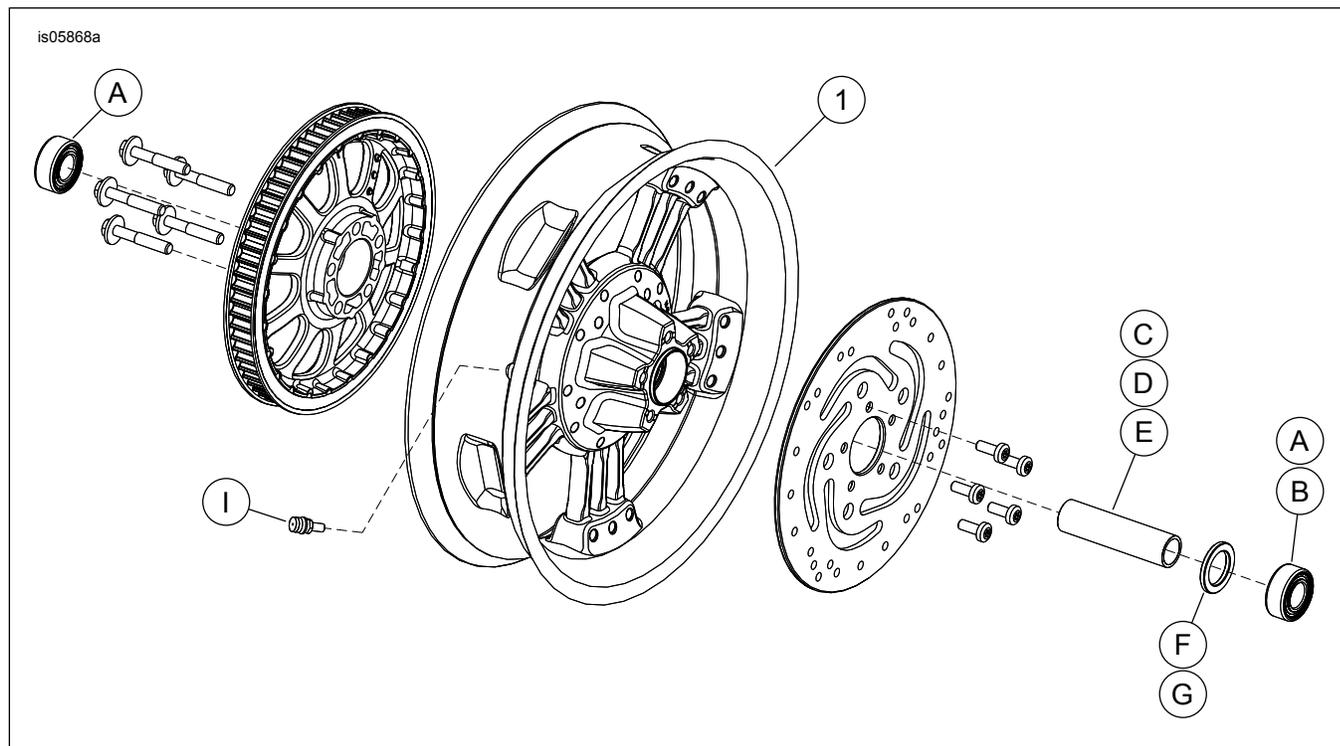

Figura 1. Peças de reposição: Roda traseira Magnum 5 (17 pol. mostrada)
Estes kits incluem somente a roda personalizada. Veja a figura 1. e Tabela 2.
2. Consulte Figura 1. Instale o conjunto da haste de válvula (I) na roda seguindo as instruções do Manual de serviço apropriado.